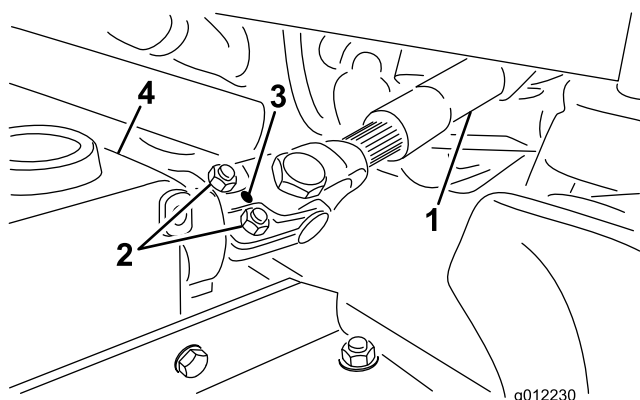

Figura 4
- A. Rimuovete la spina dalla forcella finale e dall'albero degli ingranaggi (Figura 4).
- B. Allentate le (2) viti a testa cilindrica e i dadi di bloccaggio (Figura 4).
- C. Fissate la forcella finale dell'albero di trasmissione PDF all'albero della scatola degli ingranaggi con il perno a rullo (Figura 4):
- D. Serrate i dadi di bloccaggio per fissare la forcella finale all'albero della scatola degli ingranaggi (Figura 4). Serrate i dadi di bloccaggio tra 20 e 25 Nm.